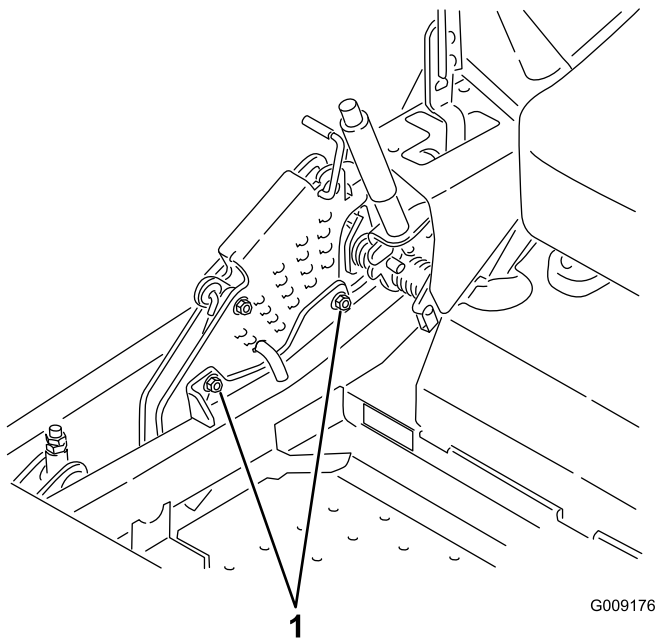

Figure 90
- Pour régler le système monopoint, desserrez les deux boulons au bas de la plaque de hauteur de coupe (voir Figure 90).
- Serrez les deux boulons au bas de la plaque de hauteur de coupe (Figure 90). Serrez à un couple de 37 à 45 Nm (27 à 33 pi-lb).